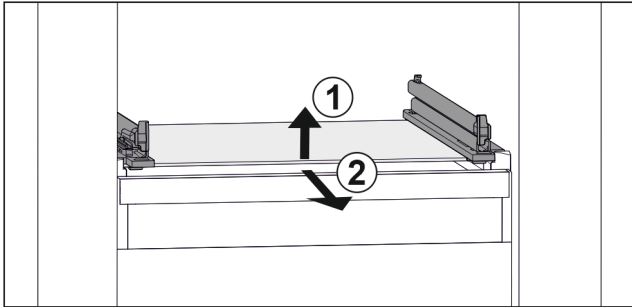

Fig. 44 Примерное отображение стеклянной пластины
- ▶ Приподнимите стеклянную пластину спереди. Fig. 44 (1)
- ▶ Извлеките стеклянную пластину движением вперед. Fig. 44 (2)